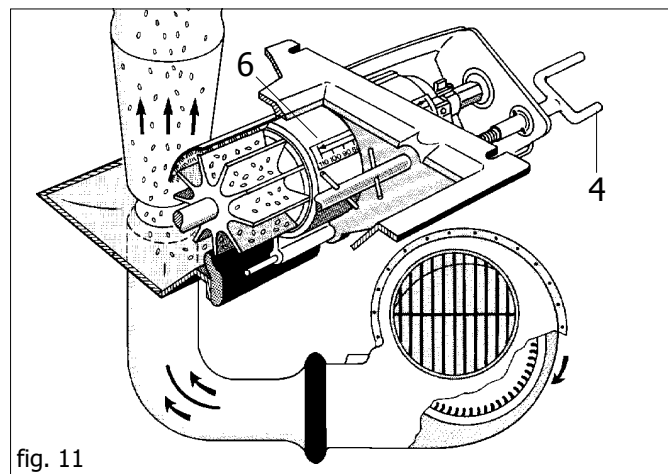

fig. 11
La quantité de semences devant être distribuée par hectare est réglée par l'appareil de dosage (Fig. 11) en déplaçant la vanne (6) moyennant la tige à vis (4). Les positions de l'échelle de dosage correspondent aux valeurs du tableau de réglage de la colonne de gauche (tableau page 60-61).